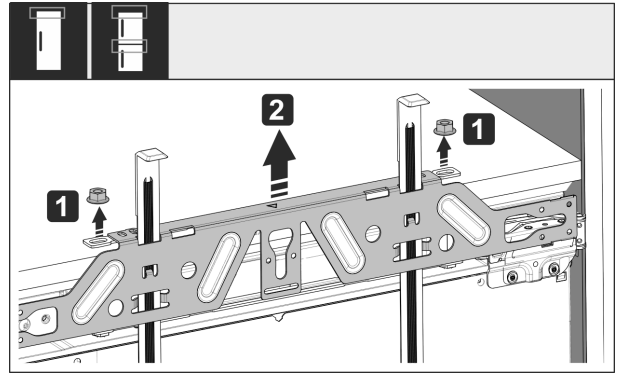

Fig. 54
- ▶ 松开锁紧螺母 Fig. 54 (1)。
- ▶ 取下安装横梁 Fig. 54 (2)。